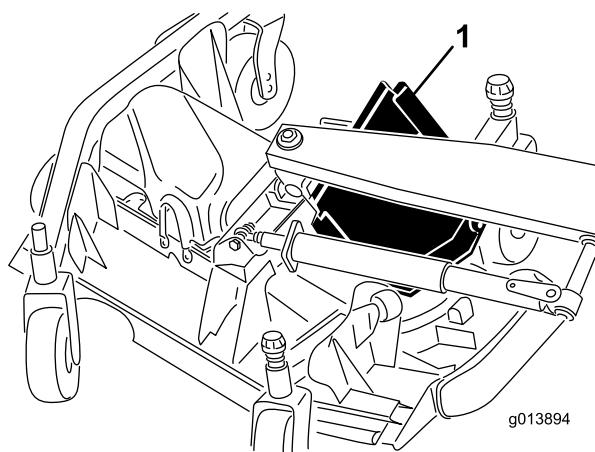

Figura 49
- Levante el borde delantero, y guíelo entre el brazo de elevación y el rodillo para retirarlo (Figura 49).